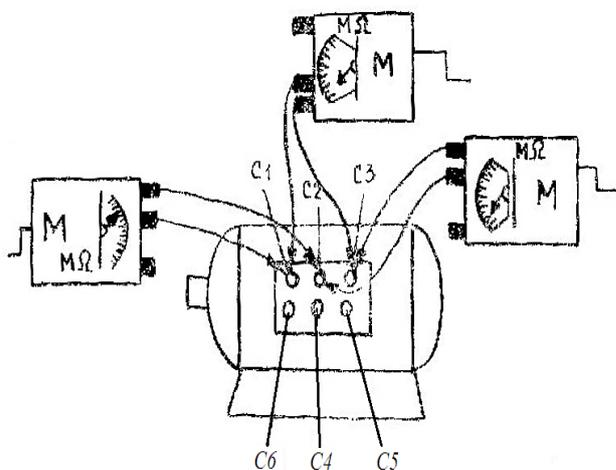

Рис. 1.1
2.1. Между выводными концами обмоток (рис.1.1);  $C_1-C_2$ ;  $C_1-C_3$ ;  $C_2-C_3$ . Значения сопротивления зафиксировать через 15 с и через 60 с после начала вращения рукоятки мегомметра.